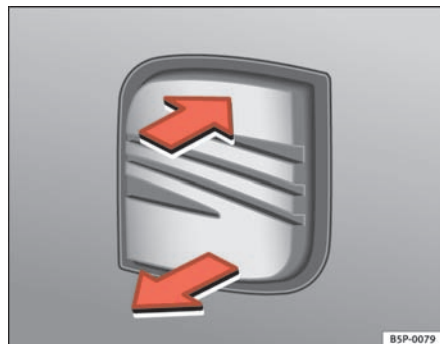

Fig. 66 Bagklap: åbning udefra
- Træk i grebet, og løft bagklappen lidt op ⇒ fig. 66. Bagklappen åbnes automatisk.